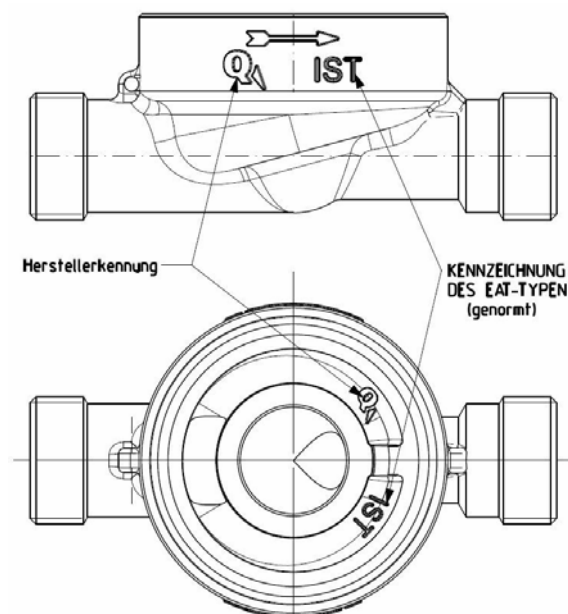

Abb. 6: EAT-Kennzeichnung
- Für Neuinstallationen ist das Messgerät nur in gekennzeichnete EAT's, ohne Verwendung von Adaptern einzusetzen (siehe Abb. 6).